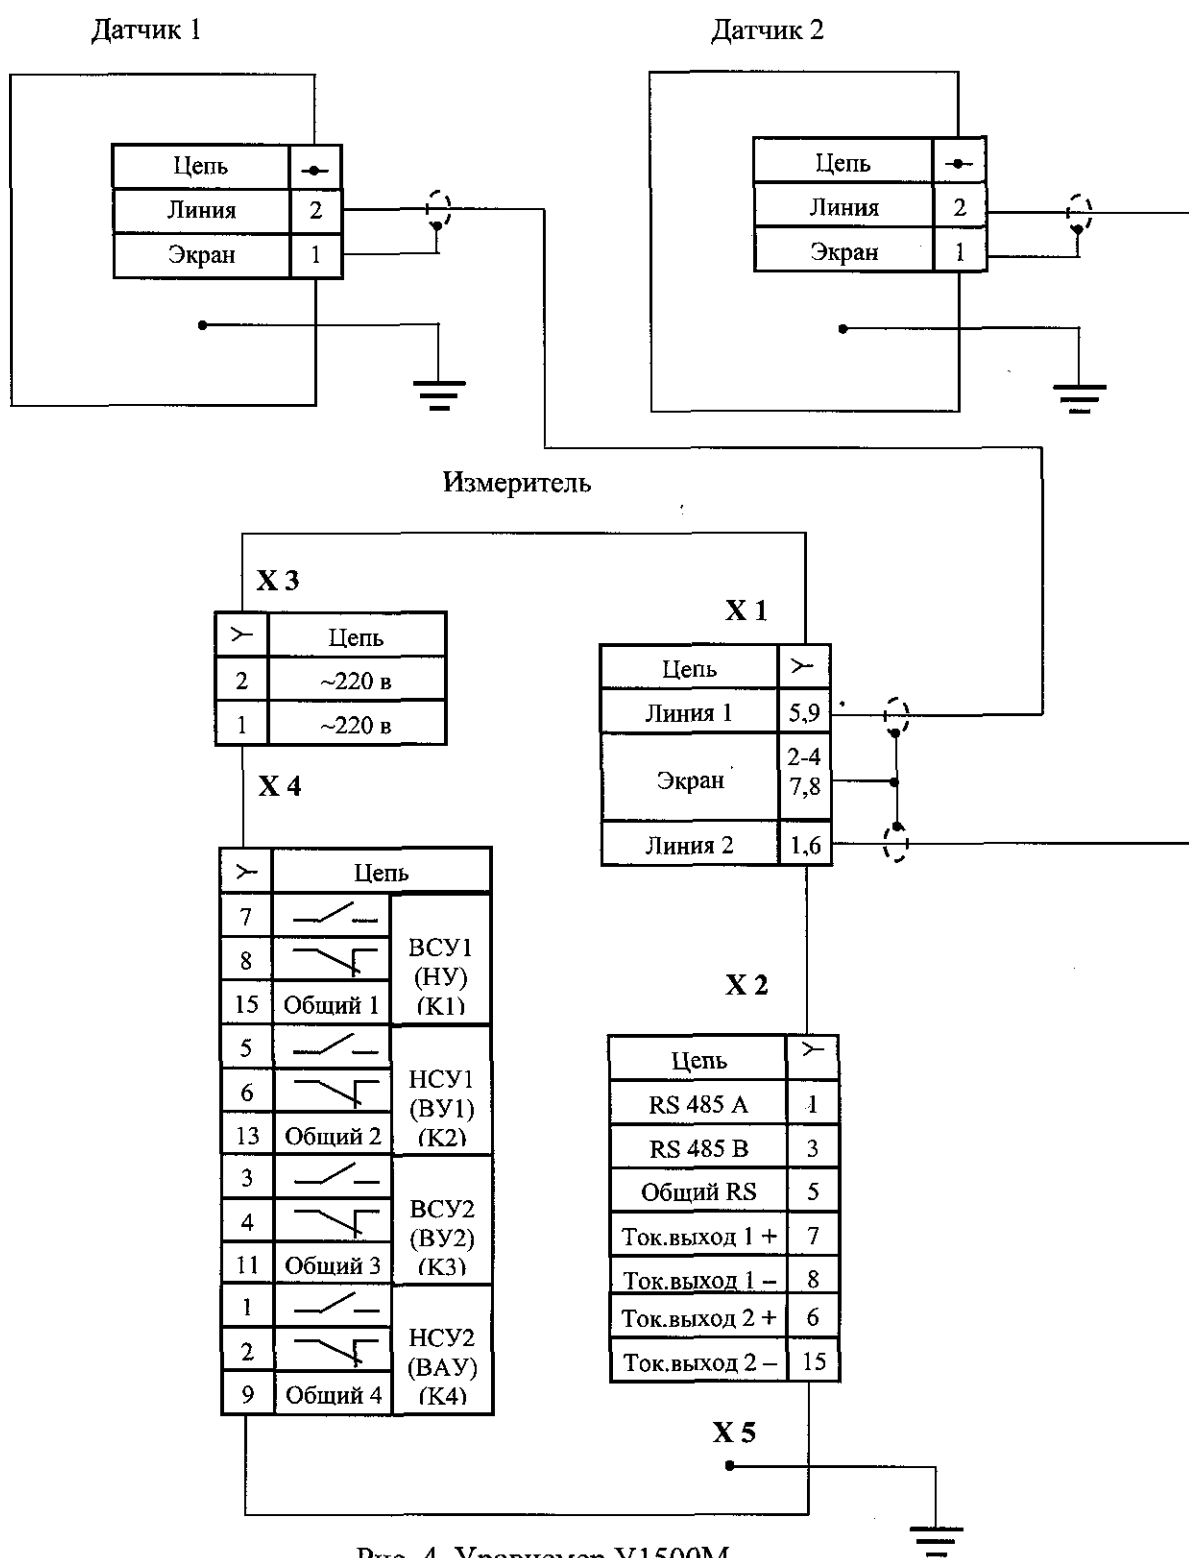

Рис. 4. Уровнемер У1500М
1.6.11 Датчики подключаются к измерителю, согласно электрической схеме (рис. 4) коаксиальным кабелем типа РК 50.
2.2.1.6 Для использования в системах регистрации или управления дискретных выходов достижения предельных уровней, необходимо произвести соответствующие подключения к контактам разъема X4 измерителя (см. рис.4).